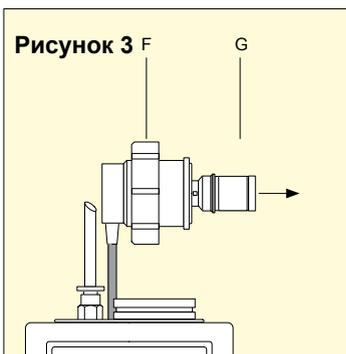

Рисунок 3
Извлеките установленный датчик (G) – Рисунок 3.